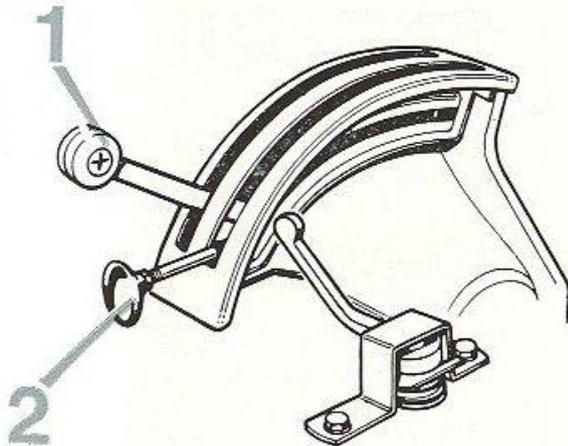
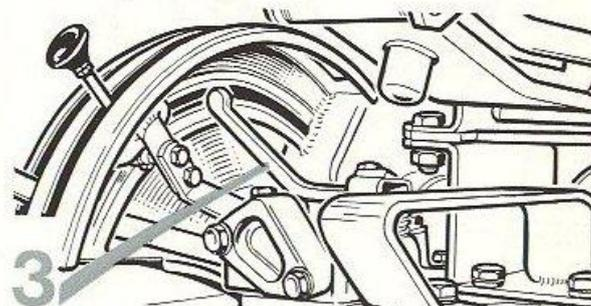

FIG. 22
FIG. 25
- **POSITION 1** : vers le vérin du relevage et simultanément vers la prise de pression (4).
- **POSITION 2** : vers un vérin simple effet branché sur la prise de pression (4). La commande du vérin s'effectue par l'intermédiaire du levier de contrôle de position (1 fig. 22) après avoir mis la manette de sensibilité (3 fig. 25) complètement en arrière.